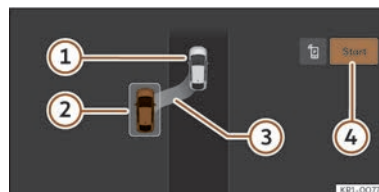
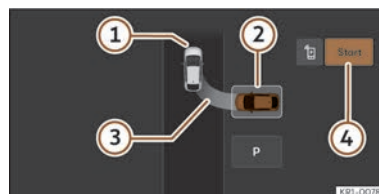

Abb. 159 Am Bildschirm des Infotainment-Systems: Position zum Längseinparken.
Abb. 160 Im Bildschirm des Infotainment-Systems: Position zum Quereinparken.
>>> (Abb. 159), >>> (Abb. 160)
• Prüfen Sie anhand der Anzeige im Bildschirm des Infotainment-Systems, ob die Parklücke als „geeignet“ erkannt wurde und ob die korrekte Position zum Einparken erreicht wurde >>> (Abb. 159), >>> (Abb. 160). Halten Sie das Fahrzeug an und befolgen Sie die Anweisungen im Infotainment.